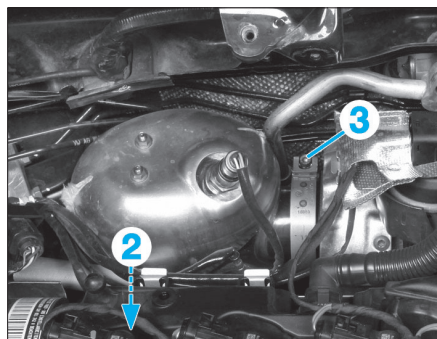

FIG. 95
- Déposer la vis (2) de fixation du filtre à particules (Fig.95).